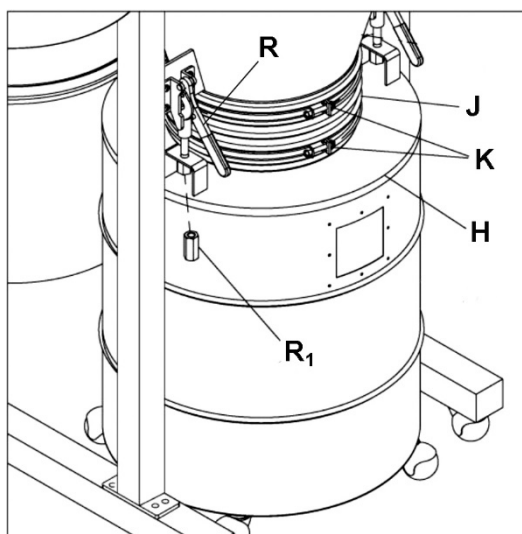

Abbildung 12
17. Den Schlauch (J) auf dem Kegel und dem Trommeldeckel anbringen und oben und unten mit zwei Schlauchschellen (K) sichern. Siehe Abbildung 12.
20. Die beiden Schnellklemmhebel (R, Abb. 12) nach unten ziehen. Dann den Trommeldeckel (H, Abb. 12) an den Schnellklemmhebeln anbringen. Je eine lange Mutter (R₁, Abb. 12) auf die beiden Schnellklemmhebel aufschrauben.